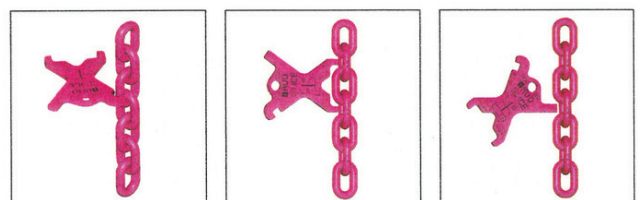

Bild 27: Patentierte ICE-Zurkettenprüflehre für die leichte Überprüfung von c) und d)
- Längung der Kette durch plastische Verformung einzelner Glieder um mehr als 5 % auf die Teilung von 3d bezogen (siehe Bild 27).